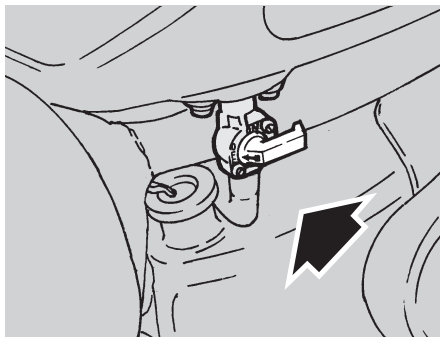

Fig. 27
- ◆ Tourner le levier du robinet du carburant en position "OFF" (Fig. 27).